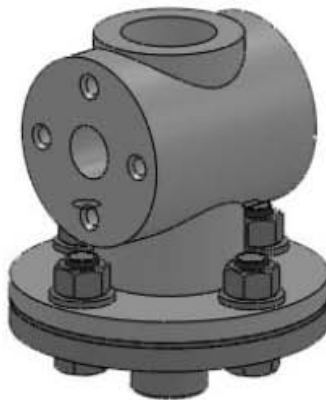

Рис. 6.9. Болтовое соединение
7. Готовая модель сборки болтового соединения представлена на рис. 6.9.